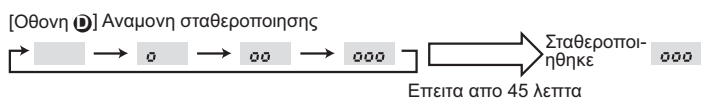

Fig. 8-3
- 3 Πατήστε το κουμπί **FILTER** για να επιβεβαιώσετε τη ρυθμηση. (Fig. 8-3)